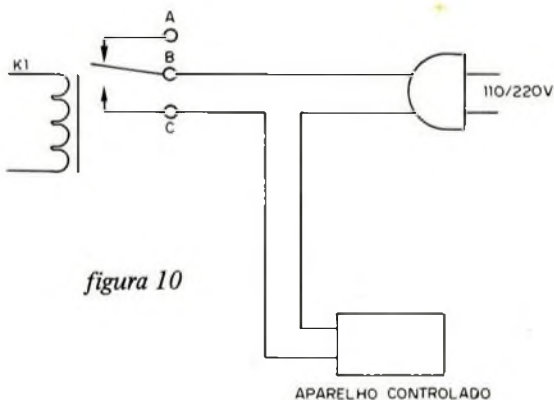

figura 10
h) Na versão dada como exemplo fazemos o relê acionar uma pequena lâmpada de 6V x 50 mA. Esta lâmpada pode ser do tipo Philips 7121D. Se o leitor quiser o controle de outros dispositivos faça a ligação do relê a uma barra de terminais com parafusos, conforme mostra a figura 10.